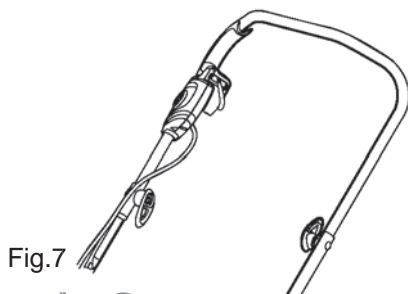

Fig.7
- > Attachez le cordon à la poignée avec les attaches de cordon [d] incluses dans la boîte. Assurez-vous que le cordon n'est pas coincé entre les poignées du haut et du bas. [Fig.7]